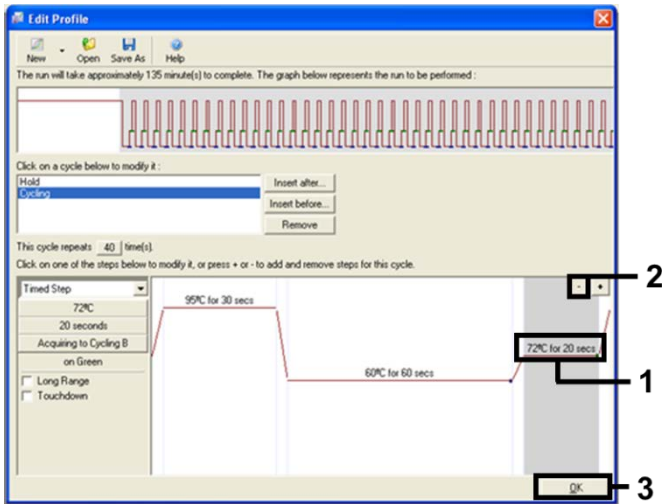

Abbildung 9. Entfernen des Erweiterungsschrittes
11. Markieren Sie den dritten Schritt und klicken Sie auf die Schaltfläche -, um diesen zu löschen. Klicken Sie auf OK (Abbildung 9).